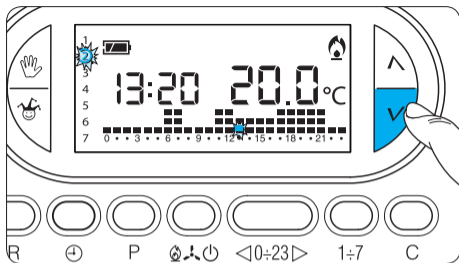

Fig. 18
4.7- Premere il pulsante \wedge oppure \vee fino a raggiungere il giorno in corso (fig. 18).